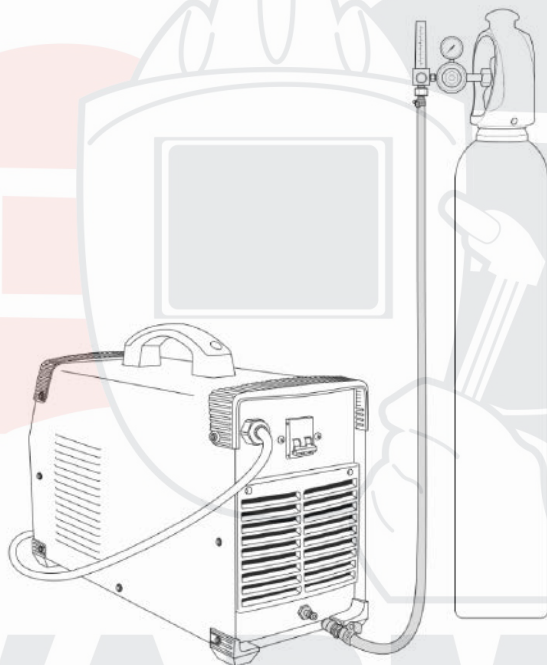

Рис. 8.0.3. Подключение защитного газа.
1. Подсоедините газовый шланг к газовому разъёму аппарата и к регулятору расхода газа присоединенному к баллону. При подключении баллон и регулятор расхода газа должны быть закрыты. Система газоснабжения, состоящая из газового баллона, редуктора и газового шланга должна иметь плотные соединения (используйте винтовые хомуты), чтобы обеспечить надежную подачу газа и защиту сварочного шва (См. рис. 8.0.3).